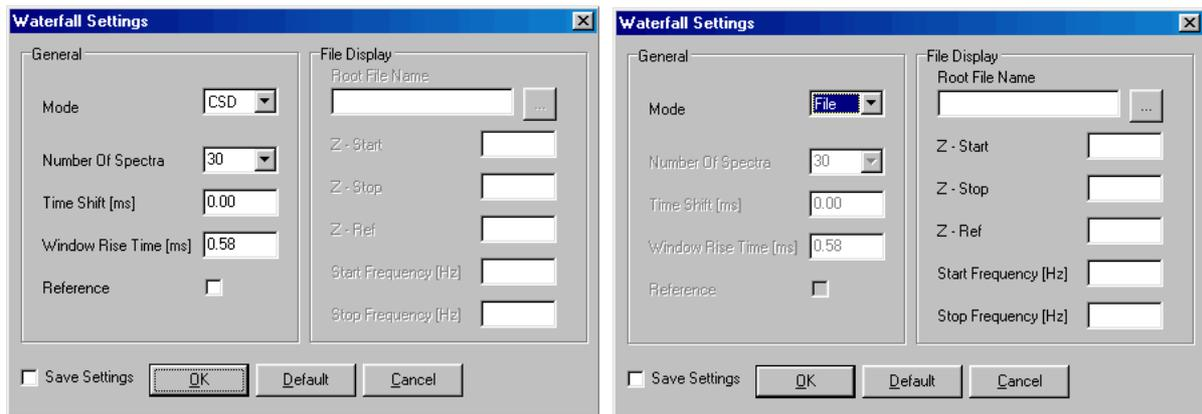

図 12.2
-  ウォーターフォール設定ダイアログに入ります(図 12.2 参照)。
ウォーターフォール設定ダイアログ(図 12.2)では、たくさんのウォーターフォール・パラメータが定義できます。しかし、計算は外部から入手するデータによっているので、データソースからも設定条件を取り入れています。CSD とETF ウォーターフォールを行ったときには、データソースは MLS コントロールパネルにあります。ファイル内容を表示するときにはデータソースはファイルから取込みます。ディスクからのデータで行ったウォーターフォールは保存・読み込みができます。Y 軸は自動設定です。ウォーターフォールの強さを表す単位は、いつも dBrel(相対デシベル値)になります。読み取ったデータの最大値を測り、これを他の値の基準値として計算します。最初に行う設定はモード設定です。CSD、ETF、FILE の中からモードを選びます。次に、3 つの異なるモードについて解説します。